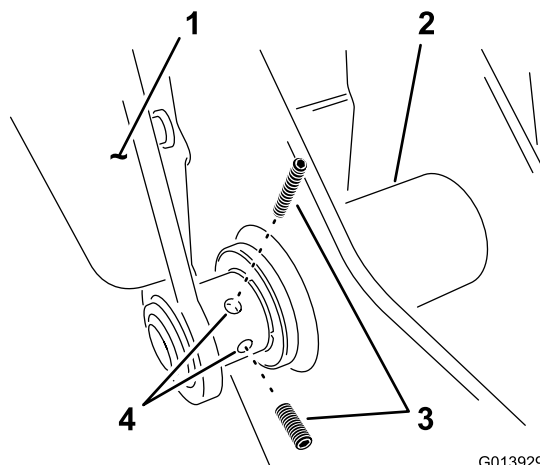

Figure 6
17. Placez une vis de maintien sur le bras gauche au point d'articulation inférieur (Figure 6).